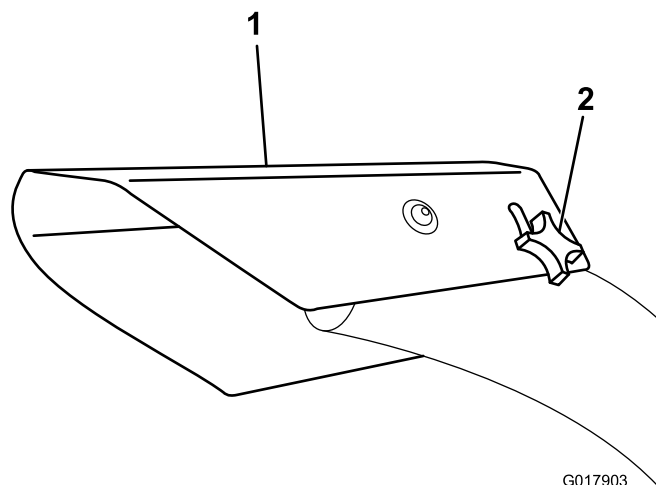

Figura 11
1. Afloje el pomo del deflector y gire el conducto a la posición deseada (Figura 11).